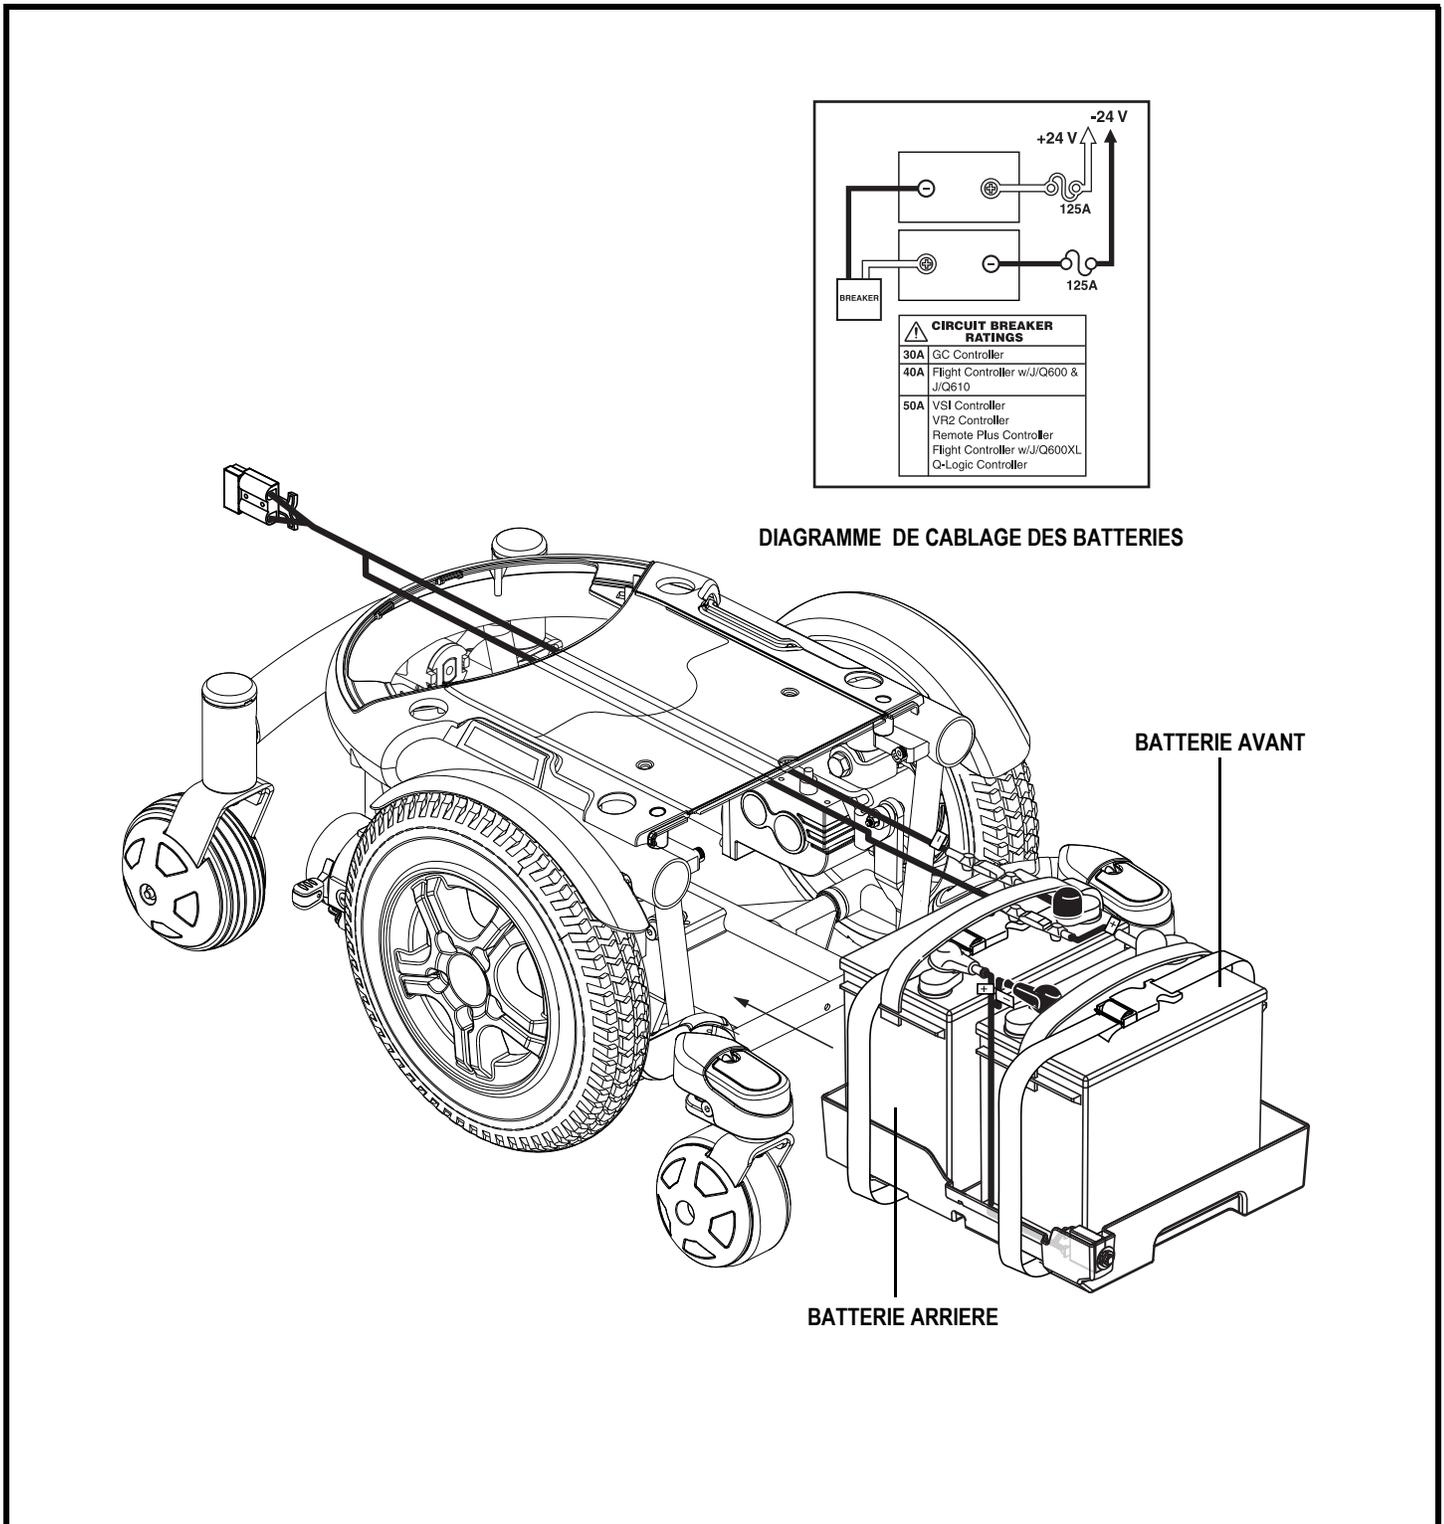

Figure 33. Installation des batteries
3. Retirez les vis du capot arrière. Voir la figure 33.
6. Retirez les attaches, puis soulevez le capot avant par ses attaches. Voir la figure 33.
13. Branchez le câble à l'avant des batteries selon le diagramme de la figure 33.